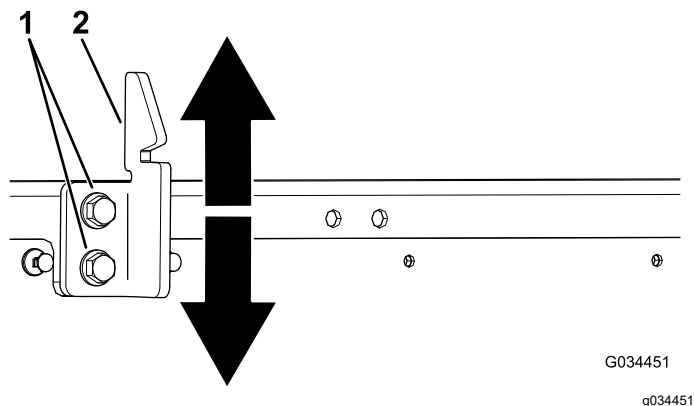

Figura 64
3. Allentate i 2 bulloni sul gancio di chiusura del pianale e spostate il gancio su o giù, a seconda se è troppo alto o troppo basso (Figura 64).
4. Serrate i 2 bulloni sul gancio di chiusura del pianale (Figura 64).